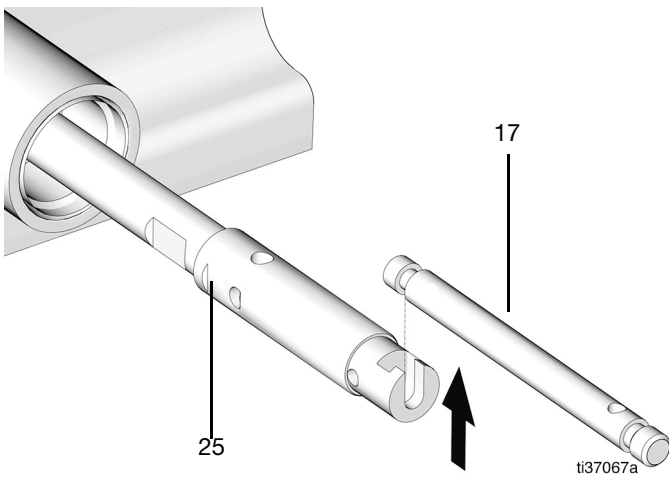

FIG. 42
- 26. Desmonte la varilla de la pala (17) del pistón de la bomba (25) (FIG. 42).